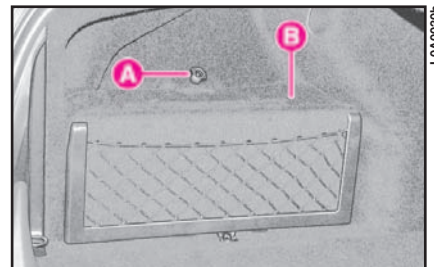

fig. 130
- 2) Svitare il pomello **A** (fig. 130) e rimuovere la copertura **B** della batteria.